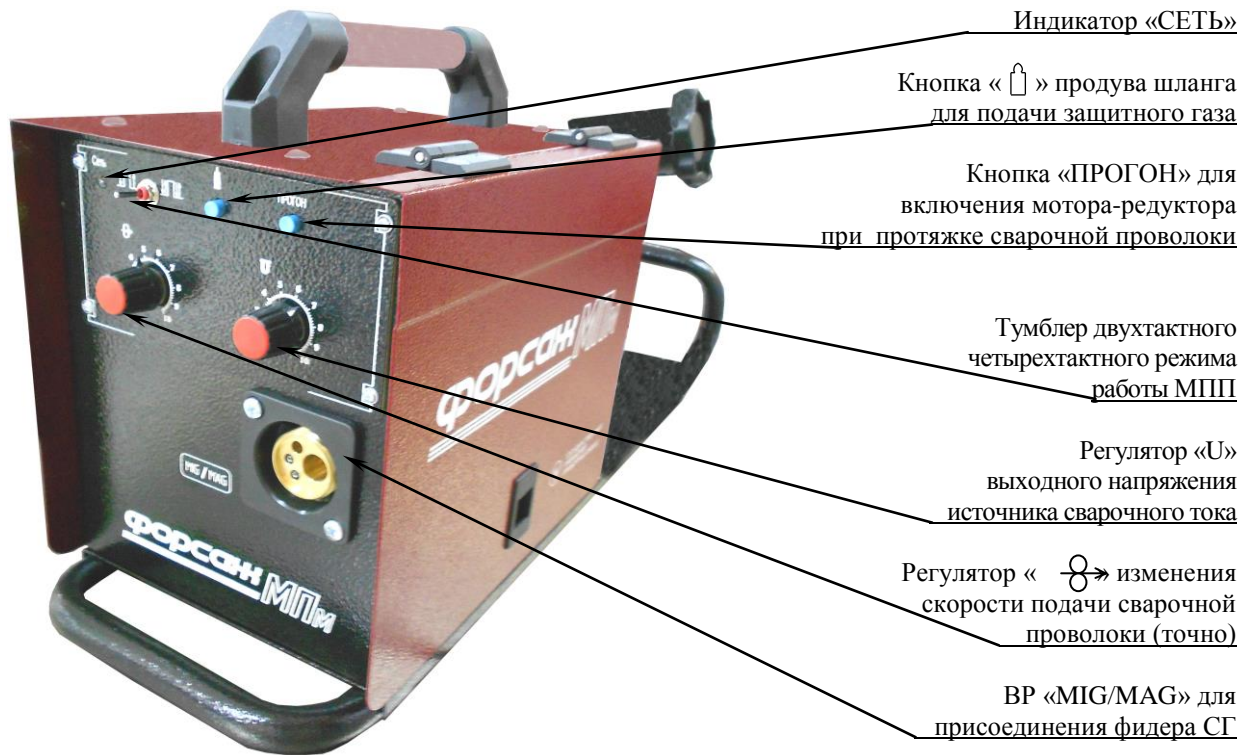

Рисунок 4.1 - Общий вид МПм ВИАМ.683189.006 (вид спереди)
4.1.2 На передней панели расположены (рисунок 4.1):